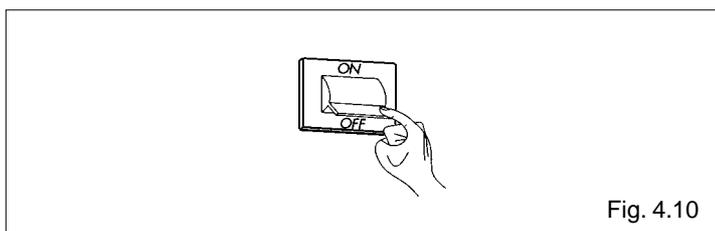

Fig. 4.10
- controlar el apagado total de la caldera **GO/E** al poner el interruptor general de la instalación en la posición de «apagado» (fig. 4.10).